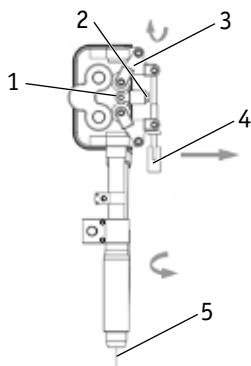

Рис. 8.4. Редуктор подачи проволоки.
2. Проденьте проволоку через редуктор и токоподвод с помощью рукоятки регулировки давления, затем нажмите проволоку (см. рис. 8.4).